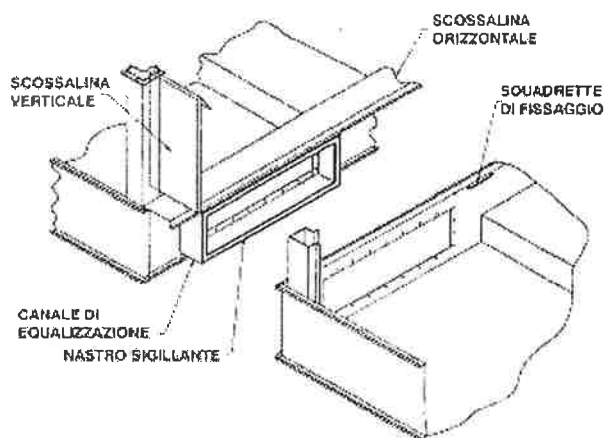

Figura 3 – Collegamento del canale di equalizzazione
2. Pulire le flange sulla parte finale del canale di equalizzazione. Applicare uno strato di nastro sigillante sulle flange esterne del canale, in coincidenza dei fori. Rimuovere la pellicola di carta dal nastro sigillante (vedi Figura 3).
9. Posizionare la scossalina verticale nella piegatura del supporto. Sulle unità zincate, la scossalina verticale è fissata con viti autofilettanti da 8 mm., mentre sulle unità in acciaio inossidabile si utilizzano viti e dadi inox da 8 mm. (vedi Figura 3).